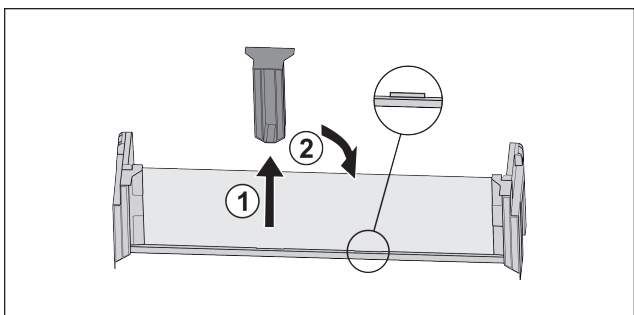

Fig. 26
- ▶ Wyciągnąć środkowy element trzymający Fig. 26 (1).
- ▶ Włożyć środkowy element trzymający na środkowej pozycji Fig. 26 (2).